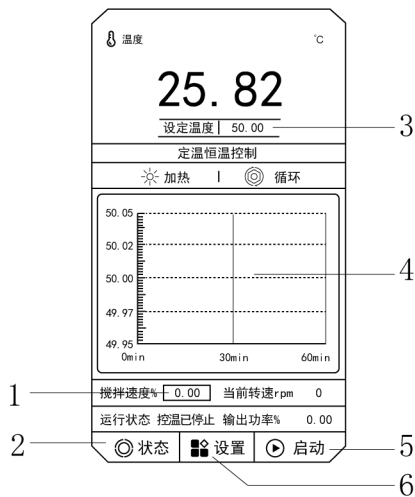
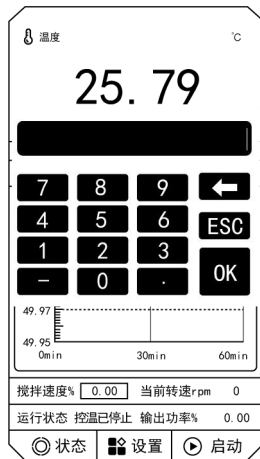
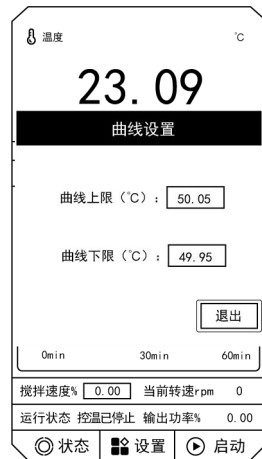

图 1
图 2
图 3
- 1、设置温度：轻触此键由图 1 进入图 2 即可进行温度设置，轻触“OK”确认参数；
- 2、曲线参数：轻触此曲线由图 1 进入图 3 即可设置纵坐标的上下限；横坐标时间固定为 60min；
- 3、设置转速：轻触此键由图 1 进入图 2 即可进行转速设置，通过设置转速百分比来设置转速（建议转速百分比设置在 15%以上），轻触“OK”确认参数；
- 4、状态栏：轻触此键由图 1 进入图 4 可查看相关参数，或进行报警消音；
5、设置栏：轻触此键由图 1 进入图 5 可设置其它参数：
6、启动键：轻触此键由图 1 进入图 9 确认启动仪器。